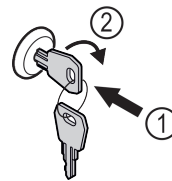

Fig. 141 Immagine a titolo di esempio
- ▶ Inserire la chiave Fig. 141 (1).
- ▶ Ruotare la chiave di 90° in senso orario Fig. 141 (2).